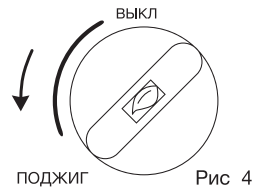

Рис. 4
3. Для запуска прибора поверните ручку управления горелкой против часовой стрелки до щелчка в положение «Поджиг» (Рис. 4). Если горелка не включилась, повторите процедуру. Во время разогрева плитки или при ее перемещении огонь может вспыхивать ярче. Вспышки прекратятся через минуту или при прекращении перемещения прибора.